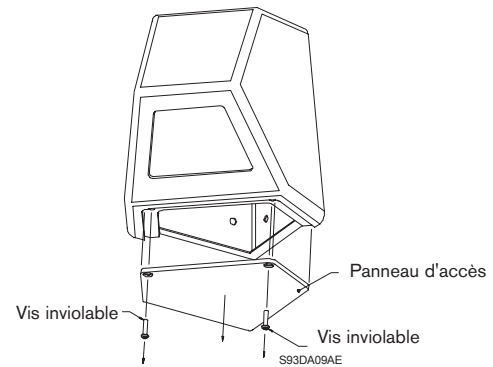

Figure 1 : retrait du panneau d'accès
- Tous modèles sauf LTC 9303/01 :** utilisez l'outil spécial fourni pour retirer les deux vis inviolables à l'avant. Retirez le panneau d'accès. Voir figure 1.